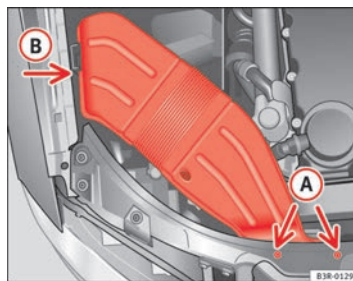

Fig. 202 Conducción de ventilación en el lado derecho del vehículo
- Desenrosque los tornillos (A) ⇒ fig. 202.
- Separe la conducción de ventilación de la guía (B) y extráigala. ■